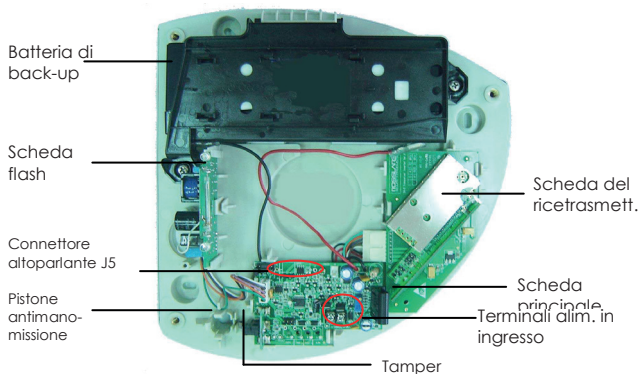

Figura 7: Disposizione componenti della base
- 6) Spellare il cavo e i fili e collegare i fili d'alimentazione ai morsetti di ingresso dell'alimentazione J1 (-16VDC +) (vedere Figura 7). Rispettare la polarità!
Ricollegare il connettore dell'altoparlante con il connettore J5 sulla scheda principale (vedere Figura 7), prima di chiudere il coperchio.